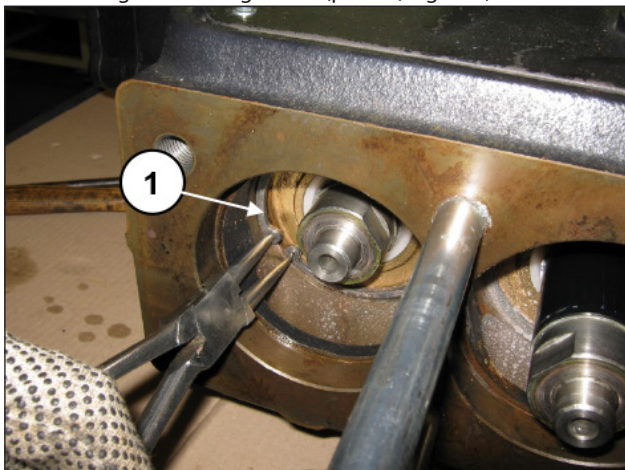

Fig. 110
Rimuovere gli anelli seeger Ø92 (pos. ①, Fig. 110).